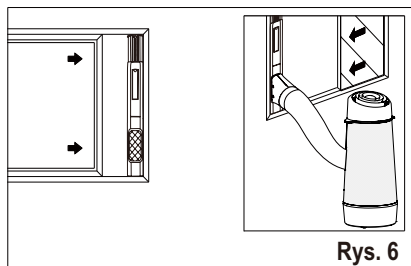

Rys. 4
2. Wsunąć element przejściowy A do otworu wymiany powietrza w urządzeniu, jak pokazano na rys. 4.